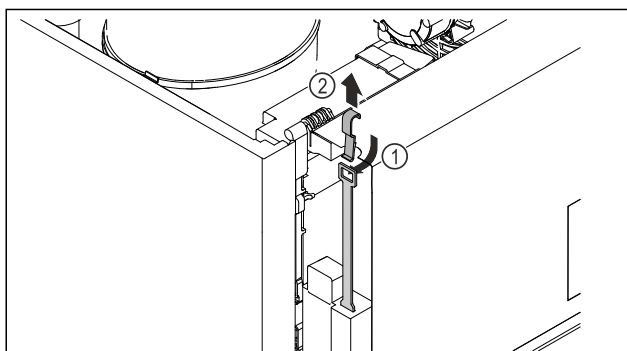

Fig. 211
- Inserire dall'alto la chiave di sblocco di emergenza Fig. 211 (1), agganciarla alla serratura e tirarla verso l'alto Fig. 211 (2).